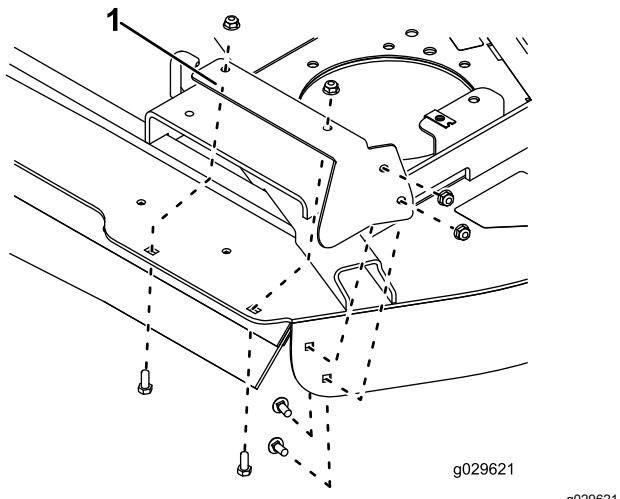

Figura 12
7. Montate il coperchio del pedale destro sulla parte superiore e laterale del piatto di taglio con 4 bulloni a testa tonda (5/16 x 3/4 poll.), bulloni a testa tonda e 4 dadi (5/16 poll.), come illustrato nella Figura 12.